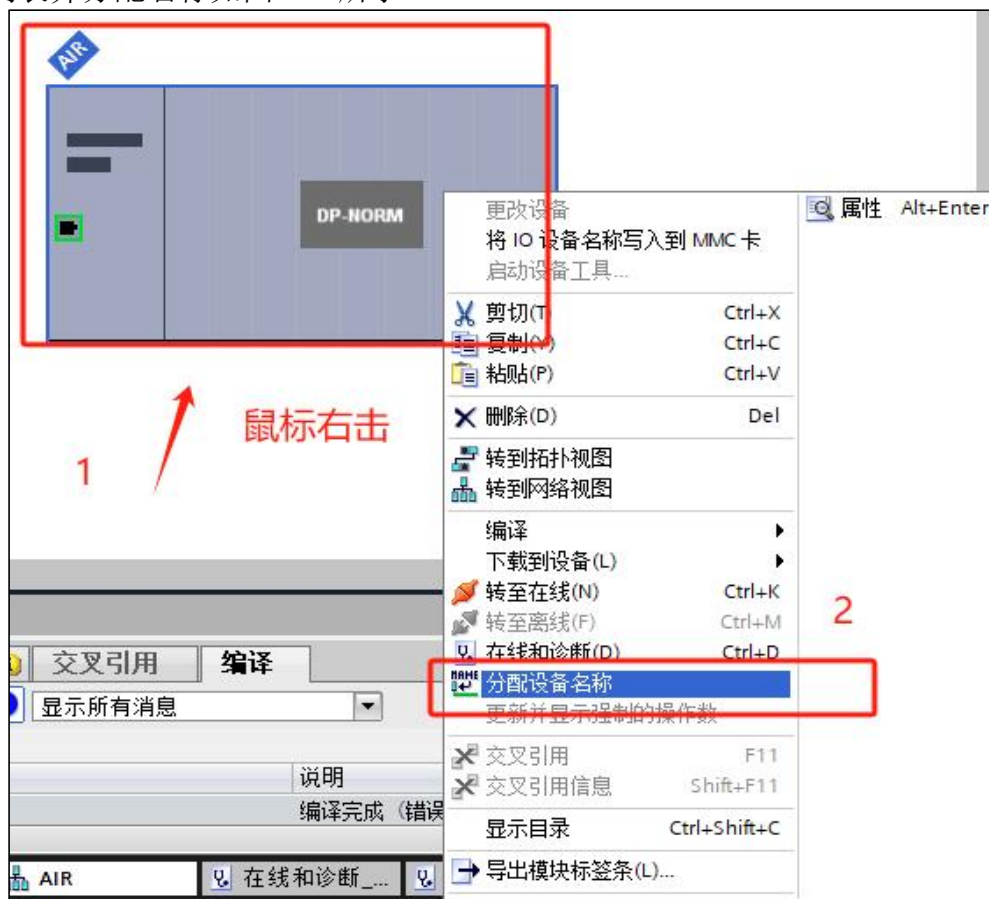
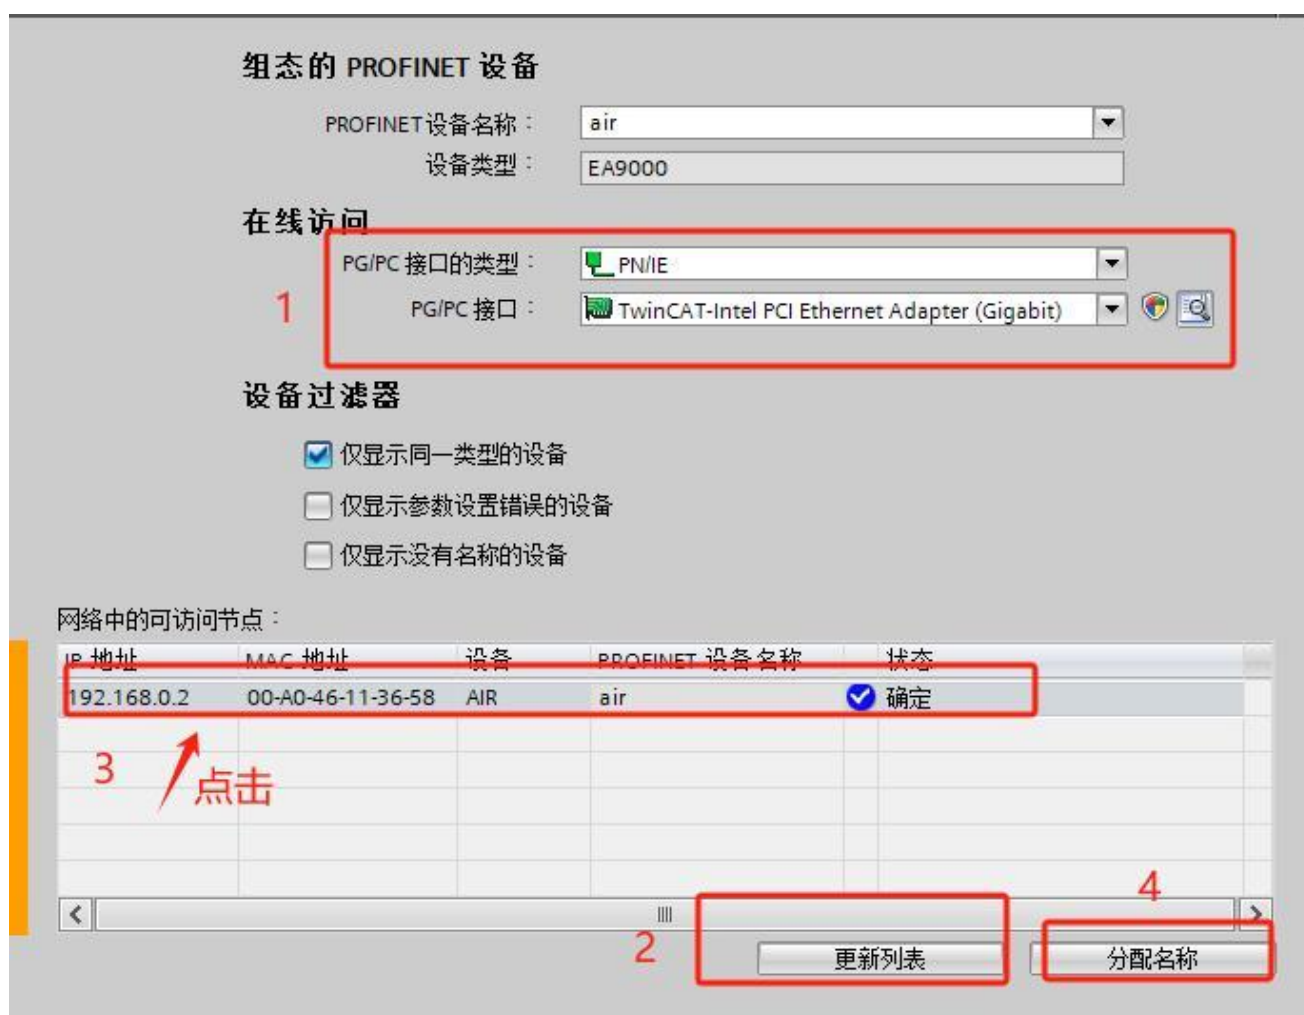

图5-19 写入设备名称
图5-20
8、远程I/O模块分配设备名称，右键模块选择“分配设备名称”如图5-19，选择接口类型以及更新列表并分配名称如图5-20所示。